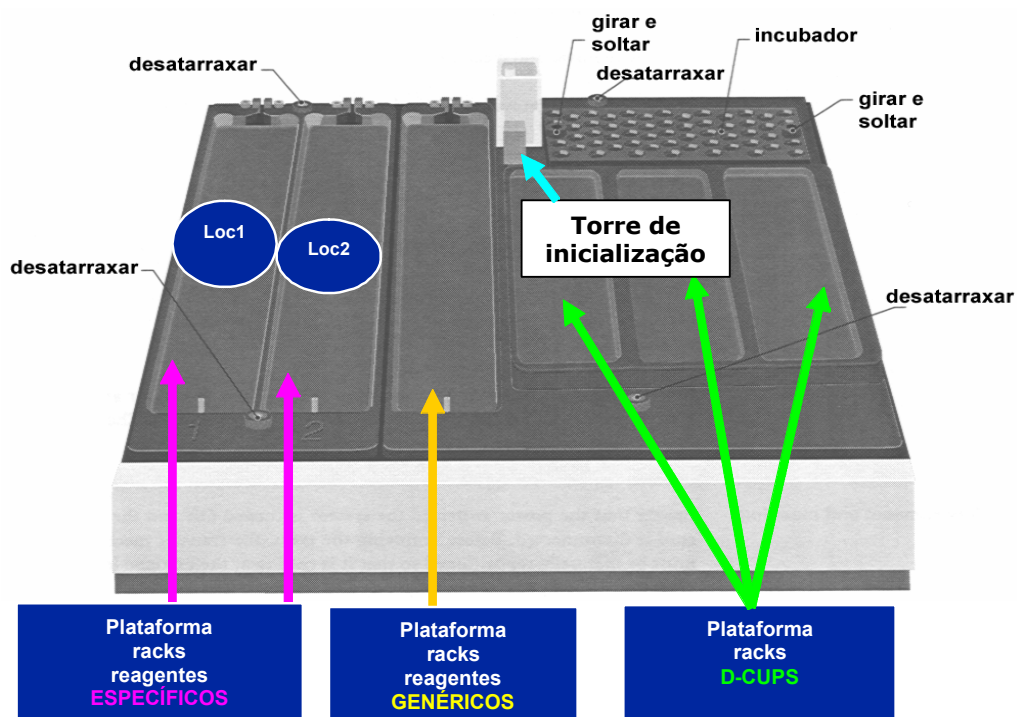

Figura 1
- Retirar a plataforma vibratória da *rack* de reagente específico, soltando os dois parafusos e levantando a placa do sistema (Figura 1).
- Soltar o bloco incubador pressionando para baixo os dois botões de retenção. **(Figura 1)**